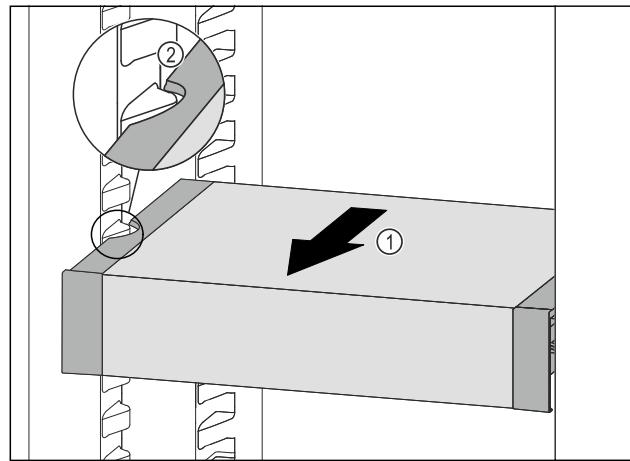

Fig. 110
- Потягнути VarioSafe вперед Fig. 110 (1), поки бокові заглиблення VarioSafe не опиняться на рівні ребра для ємності в охолоджувальному відділенні. Fig. 110 (2)